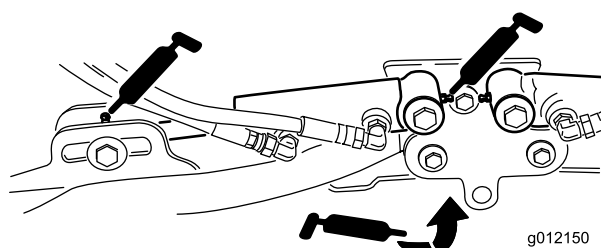

Figura 51
- Cilindros del brazo de elevación de la unidad de corte (2 en cada) (Figura 51)
- Pivotes del brazo de elevación (1 en cada) (Figura 51)